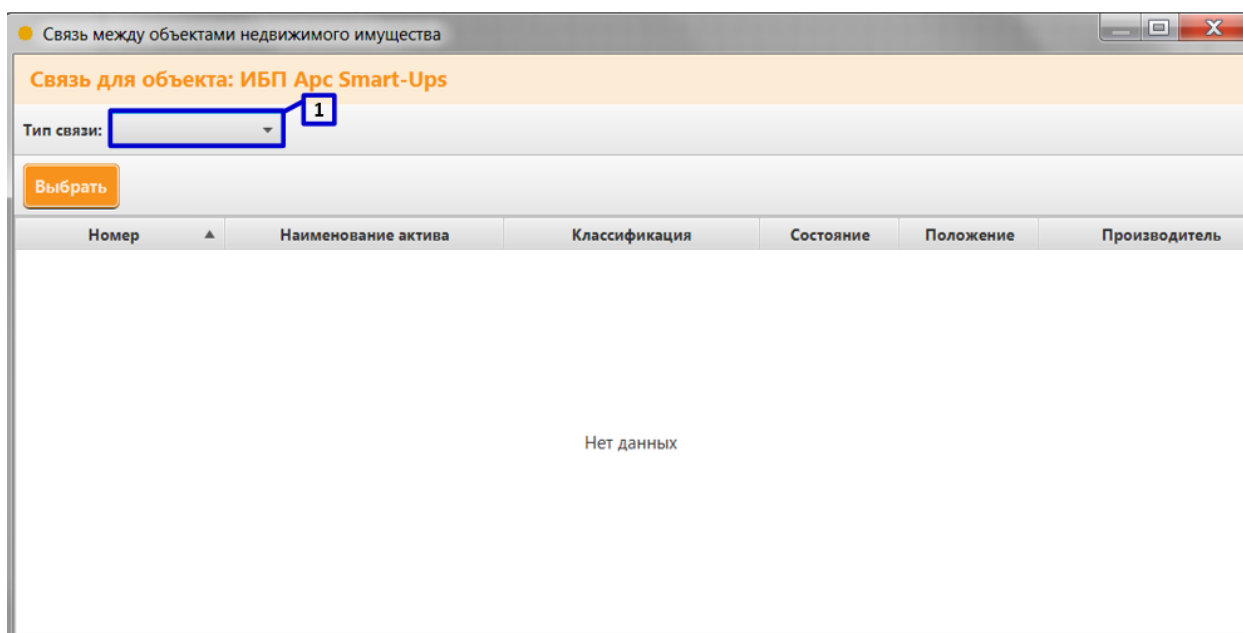

Рисунок 27. Установление связи между активами вкладки «Связанные активы»
19. В строке «Тип связи» из выпадающего списка выберите «Родитель» (Рисунок 27 пункт 1). Тип связи «Родитель» означает, что данный актив в связи с другими активами является высшим по иерархии, то есть подчиняет активы. Связь активов определяется классификацией, то есть можно связать между собой активы с определенными классификациями (Таблица 7).